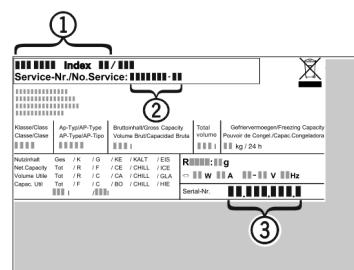

Fig. 11
- Назва пристрою Fig. 11 (1), сервісний номер Fig. 11 (2) та серійний номер Fig. 11 (3) вказані на таблиці типів. Таблиця типів знаходиться всередині пристроя, зліва.
- Повідомте сервісну службу про характер неполадки, назву пристрою Fig. 11 (1), сервісний номер Fig. 11 (2) та серійний номер Fig. 11 (3).